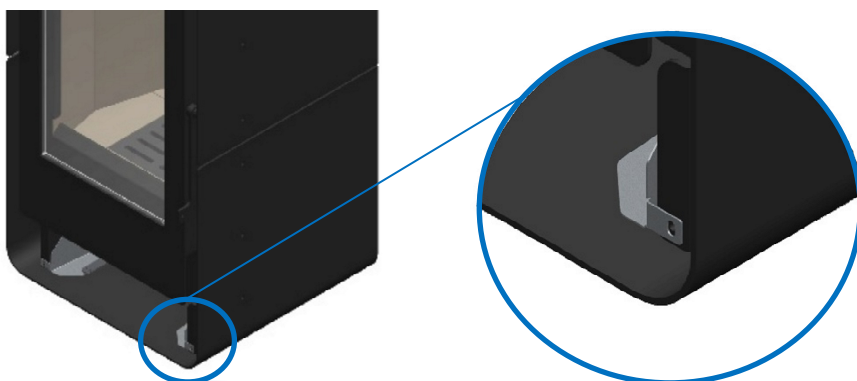

Figura 44 - Fixação do kit de ventilação na salamandra Tek Round Eco
* Posteriormente, coloque o kit de ventilação no equipamento fazendo coincidir a furação deste com a da salamandra, Figura 44;